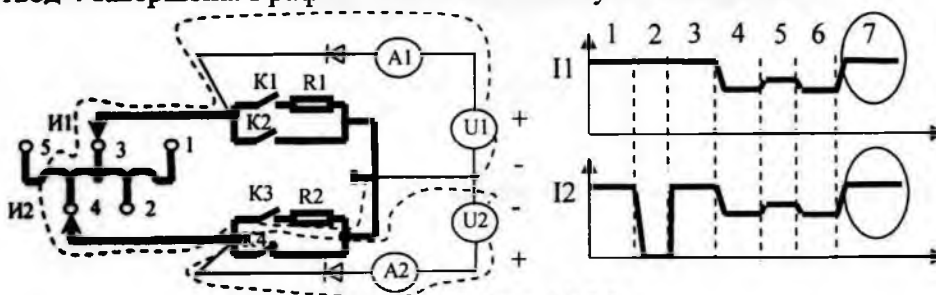

Рис. 11.36
7. Замыкается контакт К4 (рис.11.36.) и токи, измеряемые амперметрами А1 и А2 возрастают до первоначальных максимальных значений. Операция по переключению нейтрали с отвода 3 на отвод 4 завершена. Графики тока соответствуют состоянию 7.